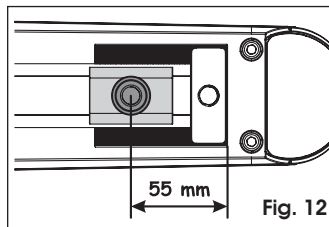
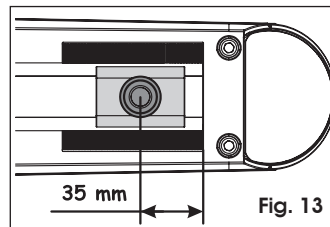

Fig. 12
Fig. 13
4. Vérifier que la patte d'attache antérieure se trouve dans la position indiquée dans la figure 12 (avec l'arrêt mécanique en fermeture) ou dans la figure 13 (sans l'arrêt mécanique en fermeture). Dans le cas contraire, mettre momentanément l'opérateur sous tension pour positionner la patte d'attache.